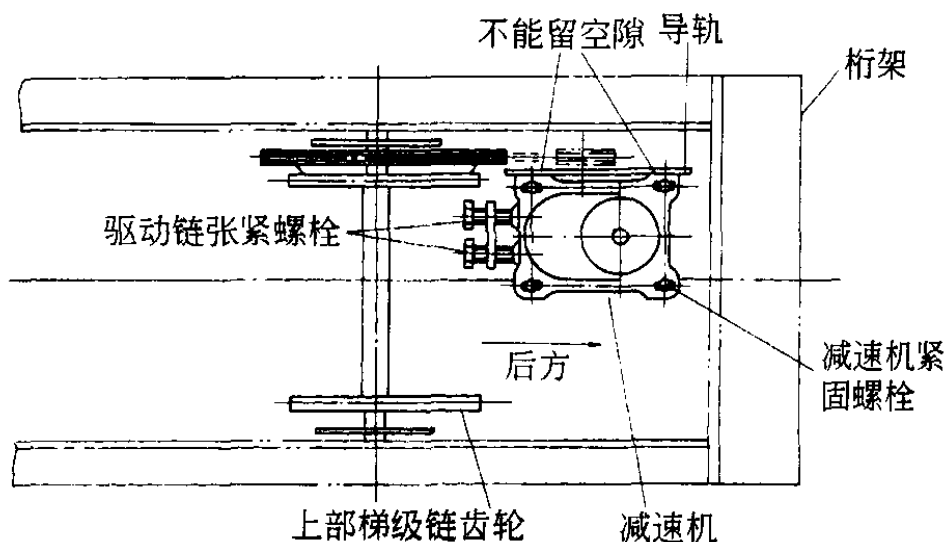

图 30-3-8
(1) 梯级链驱动装置定位装好后将中心线往后拉，安装驱动装置（图 30-3-8）。